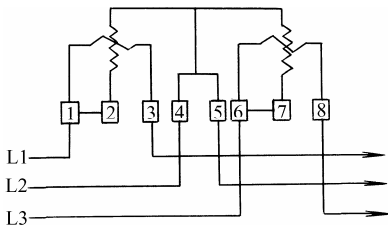
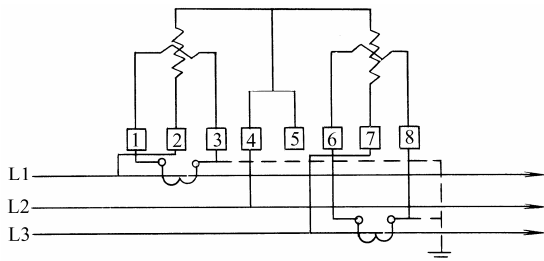

图 3-27 三相三线有功电能表直接接线
图 3-28 三相三线有功电能表经电流互感器接线
2. 三相三线制交流电路有功电能的测量 三相三线有功电能表接线如图 3-27 所示, 三相三线有功电能表经电流互感器接线如图 3-28 所示。